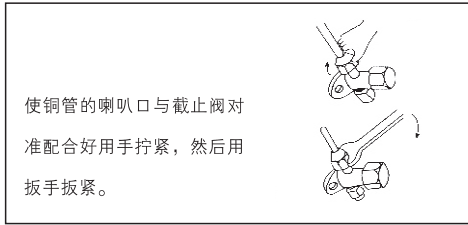

图 22
- (2) 在截止阀与管的喇叭口处涂少许润滑油，然后按图22所示拧紧纳嘴。
- (3) 按图22所示用扳手牢固地将纳嘴扳紧，扭矩力按表（5）规定执行。